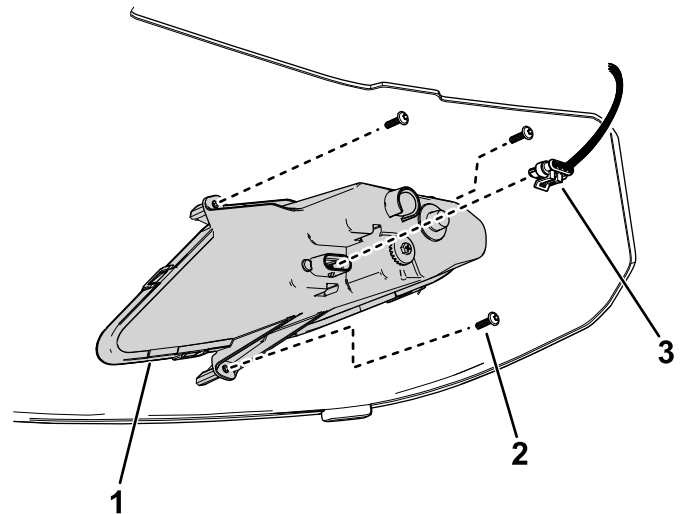

Figure 34
3. Débranchez le connecteur du faisceau de câblage du connecteur de phare (Figure 34).
6. Rebranchez le connecteur du faisceau de câblage au connecteur de phare (Figure 34).